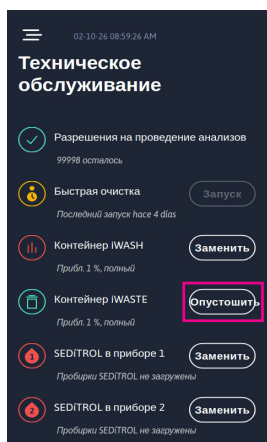

Рисунок 58
8. В меню «Обслуживание» нажмите кнопку Empty (Освободить) в пункте «Емкость iWASTE», чтобы сбросить счетчик до уровня наполнения 0 % (рис. 58).